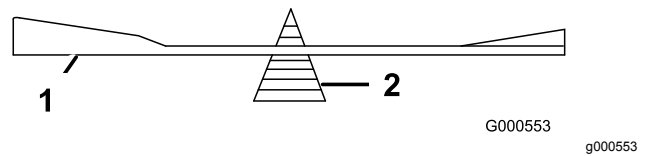

Figura 74
2. Controllate l'equilibrio della lama posizionandola su un bilanciatore (Figura 74).